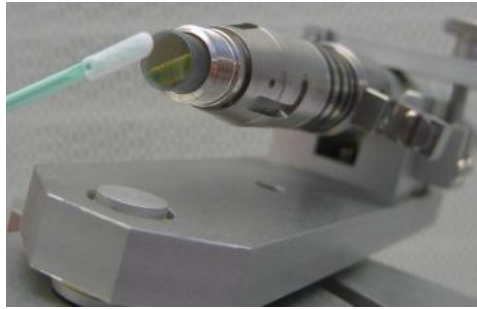

图 17 棉签蘸酒精擦拭清理 QBH 晶体
b) 清洁光纤: 将光纤接头放入无尘箱或干净桌面上, 用无尘擦拭布沾异丙醇, 将激光头、光纤接头、显微镜、光纤接头附近的电缆水管等器件外表面用无尘布擦拭干净 (如图 17 所示), 确保光纤接头附近区域不会扬起灰尘。操作人员应戴好橡胶手套、洗手, 保持双手洁净无尘土。